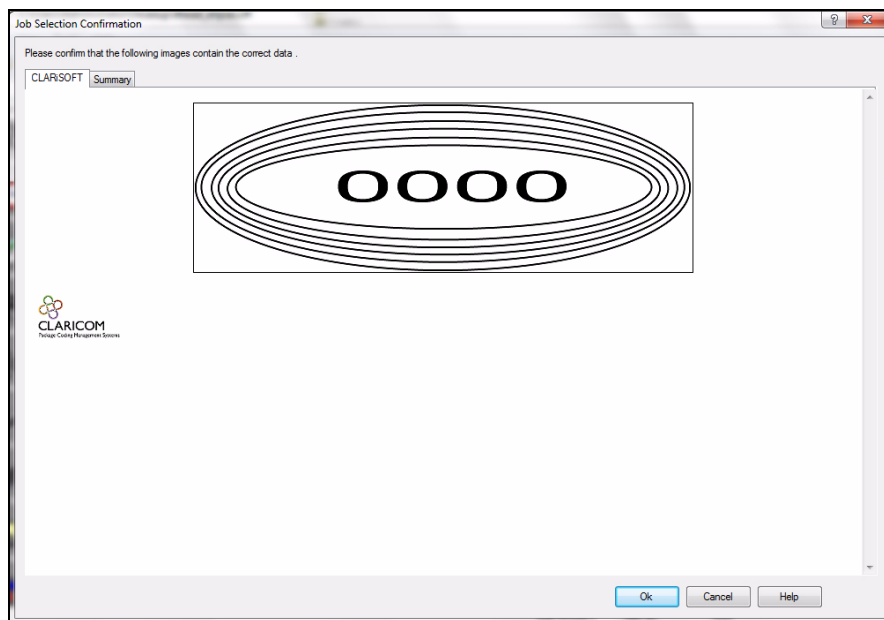

Рис. 6–16: Окно с запросом подтверждения
- 8 В результате отобразится окно с запросом подтверждения (см. Рис. 6–16).